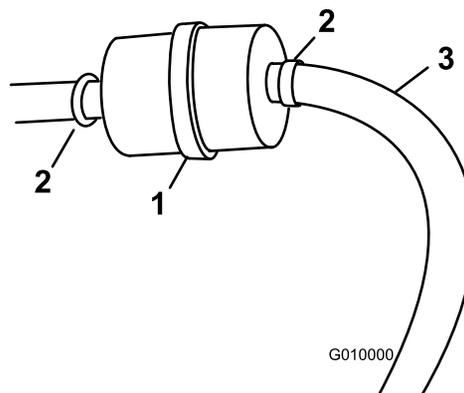

Figura 51
3. Afloje las abrazaderas y deslícelas por el tubo, alejándolas del filtro (Figura 51).
5. Instale un filtro nuevo y apriete las abrazaderas (Figura 51).
3. Afloje la abrazadera cerca del filtro de combustible y deslícela por el tubo, alejándola del filtro de combustible (Figura 51).
4. Desconecte el tubo de combustible del filtro de combustible (Figura 51).
Nota: Deje fluir la gasolina a una lata u otro recipiente apropiado (Figura 51).
6. Acerque la abrazadera al filtro de combustible para fijar el tubo de combustible (Figura 51).